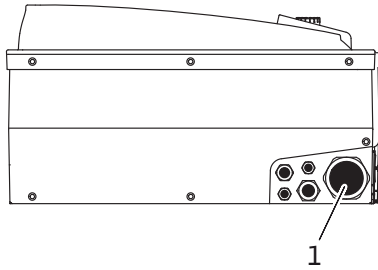

Fig. 22: Kablo bağlantısı M40
- Elektrik şebekesi bağlantısı hattı, M40 kablo bağlantısından (Fig. 22, Poz. 1) geçirilmelidir.